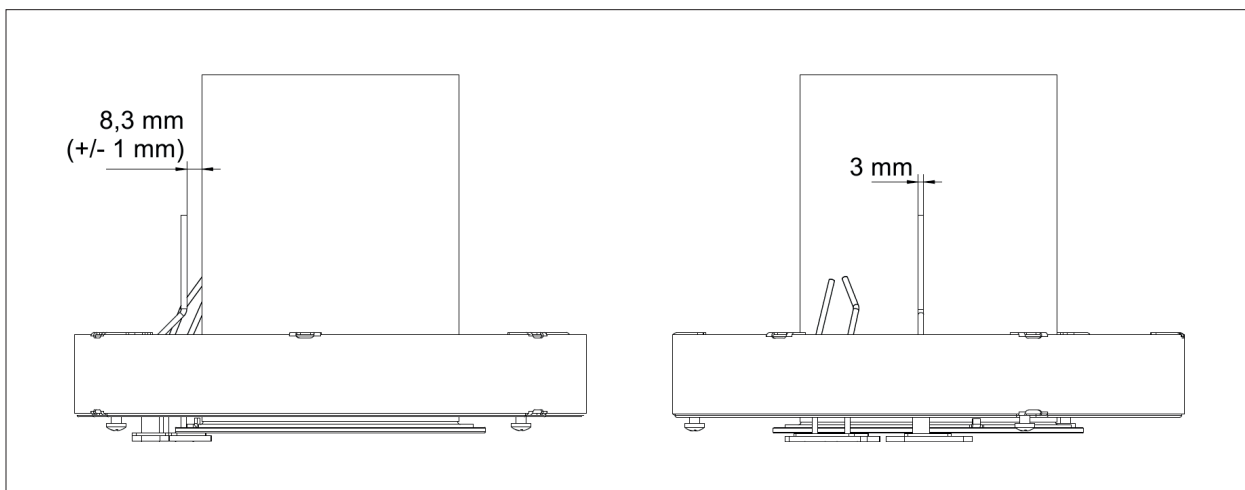

Рис. 6.4 Расстояния от ионизационного электрода
- ▶ Проверить расстояния согласно Рис. 6.4 .